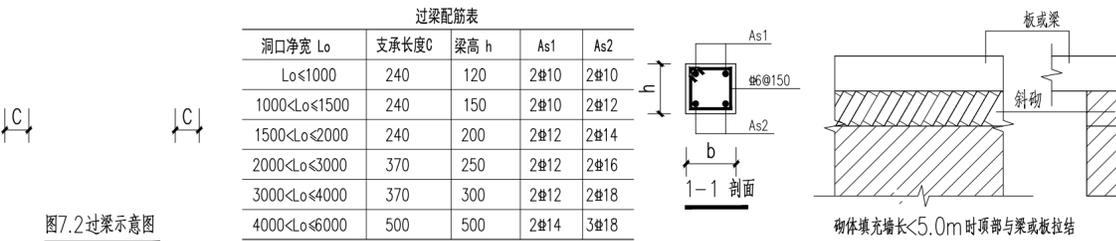

图7.2 过梁示意图
- 砌体墙中的门、窗洞及设备预留孔洞洞顶需设过梁，过梁除另有注明外，统一按图7.2所示的配筋。当洞边为混凝土柱时，须在过梁标高处的柱内预埋过梁钢筋，其做法参6.14条，待施工过梁钢筋时将过梁底筋及架立筋与之焊接，当洞顶与结构梁（或板）底的距离小于上述各类过梁高度时过梁须与结构梁连成整体，宽度与结构梁相同，做法参6.3条。